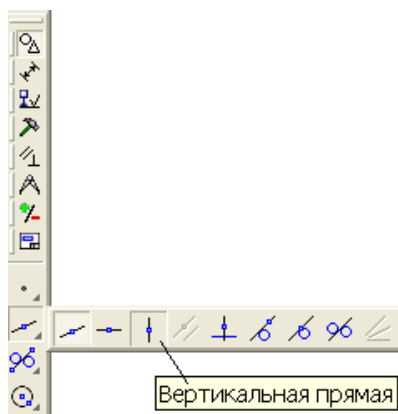

Рис. 82
3.1 Нажати кнопку **Вертикальная прямая**  на **Расширенной панели команд** ввода допоміжних прямих (рис. 82).